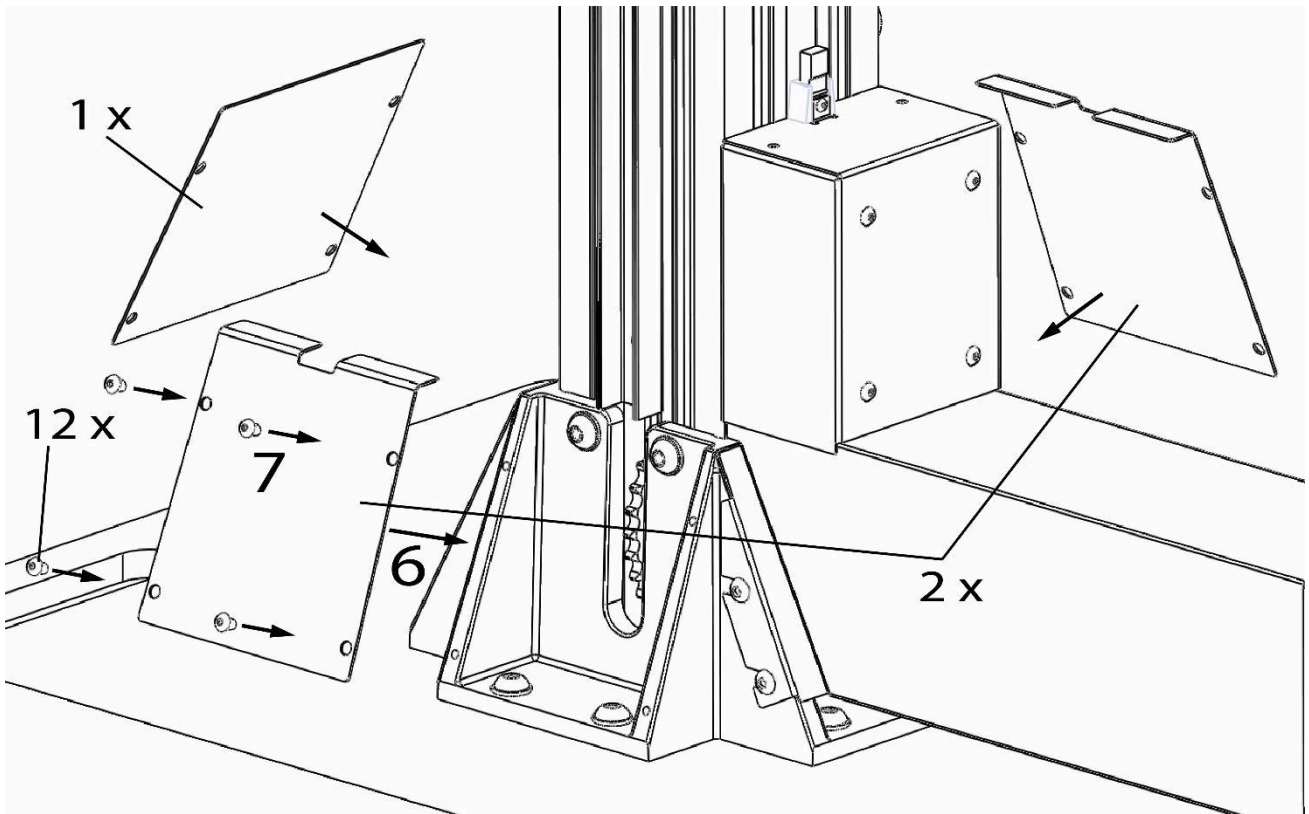

Abbildung 6: Obere Netzstecker- und Netzteilhalterung
10. Montieren Sie die vorderen/hinteren und seitlichen Abdeckungen mit den mitgelieferten M4-Schrauben (**Abbildung 6**).